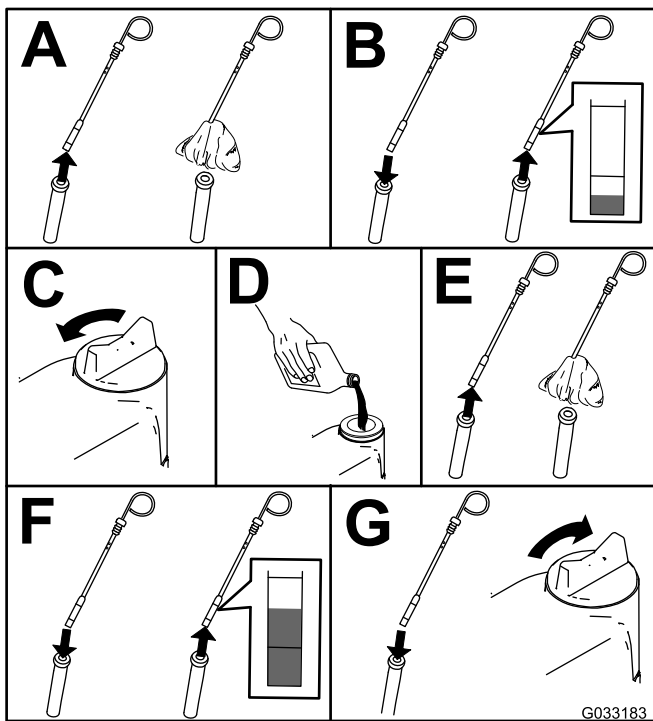

Рисунок 50
2. Проверьте уровень масла в двигателе (Рисунок 50).